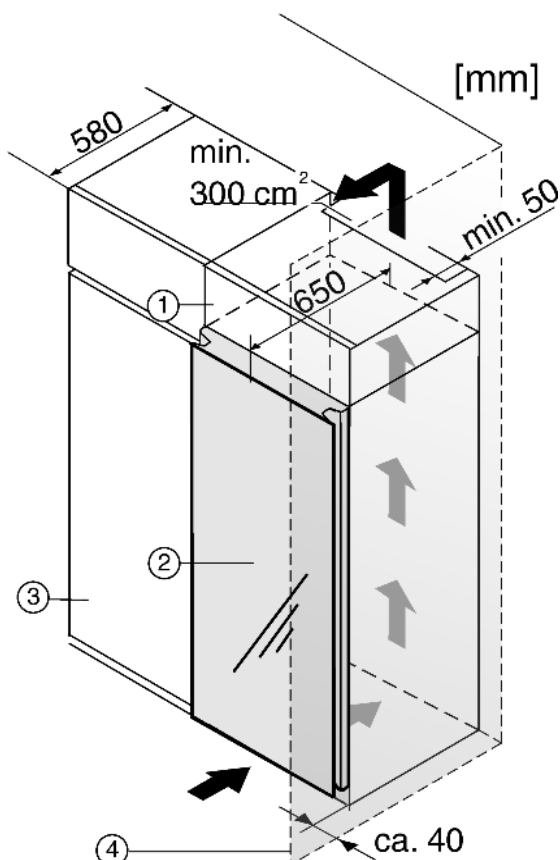

Fig. 12
- (1) Élément haut
(2) Appareil
(3) Placard de cuisine
(4) Mur
Lors de la transformation avec des placards de cuisine (profond. max. 580 mm), l'appareil peut être placé directement à côté du placard Fig. 12 (3). La porte de l'appareil saillit de 70 mm par rapport à la face avant du placard de cuisine. Ainsi, elle se laisse ouvrir et fermer sans problèmes.
Si l'appareil est installé avec les charnières à côté d'un mur Fig. 12 (4), la distance entre l'appareil et le mur doit être de 40 mm min.